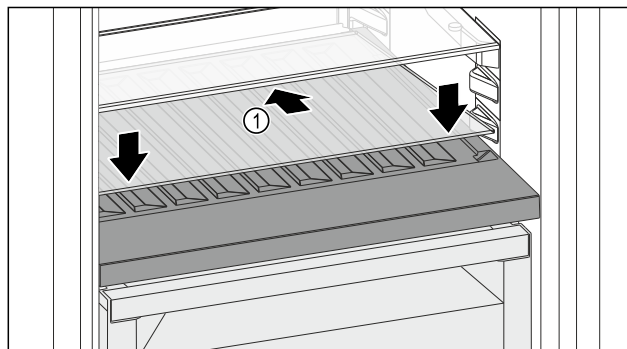

Fig. 100
- ▶ Sätt an glasskivan Fig. 100 (1) snett och lutad bakåt.
- ▶ Sänk glasskivan Fig. 100 (1) framtill.